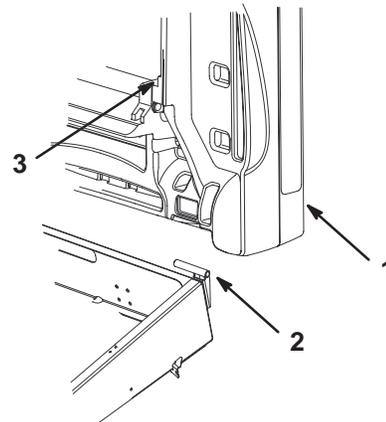

Bild 8
3. Schieben Sie das Befestigungsloch der Pritsche über die Schwenkhalterung (Bild 8).